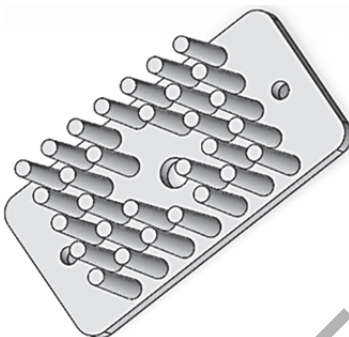

Рисунок 9.7
6. Удалите пять иголок в центре радиатора, как это показано в примере (рис. 9.7).